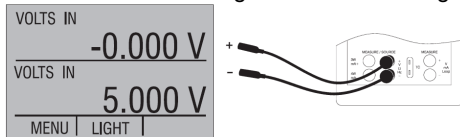

Abb. 5. Messung von Spannung und Frequenz mit den Eingangs- und Ausgangsklemmen
3. Die Anschlussleitungen wie in Abbildung 5 anschließen.